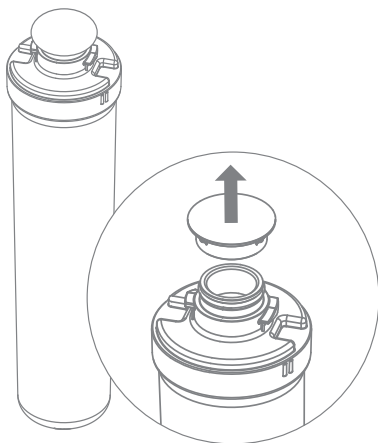

Рис. 19
3. Удалите защитные колпачки с картриджами (рис. 19).